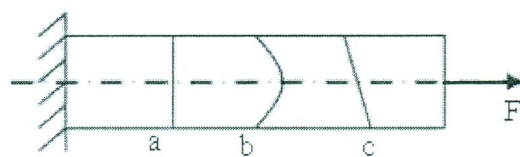

图 2-3
3、一等直杆如图 2-3 所示, 在外力  $F$  作用下 ( D )。
- (A) 截面 a 的轴力最大
- (B) 截面 b 的轴力最大
- (C) 截面 c 的轴力最大
- (D) 三个截面上轴力一样大